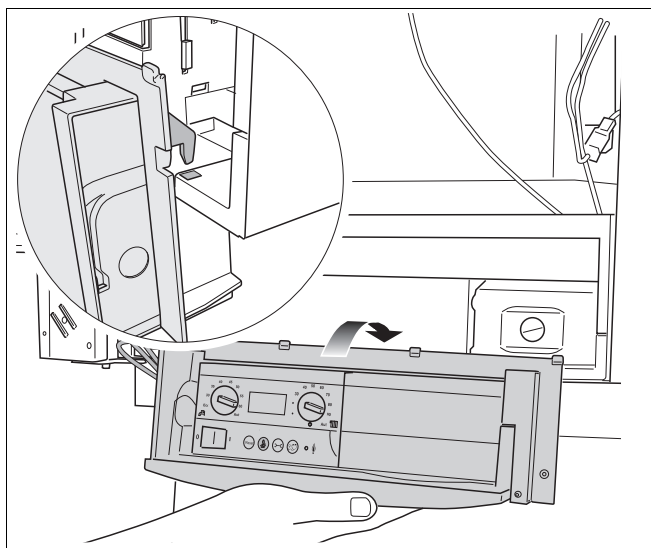

Fig. 119 Ophængning af betjeningsfeltet på kedelrammen
- Hæng betjeningsfeltet på de 2 kroge på kedlen (fig. 119).